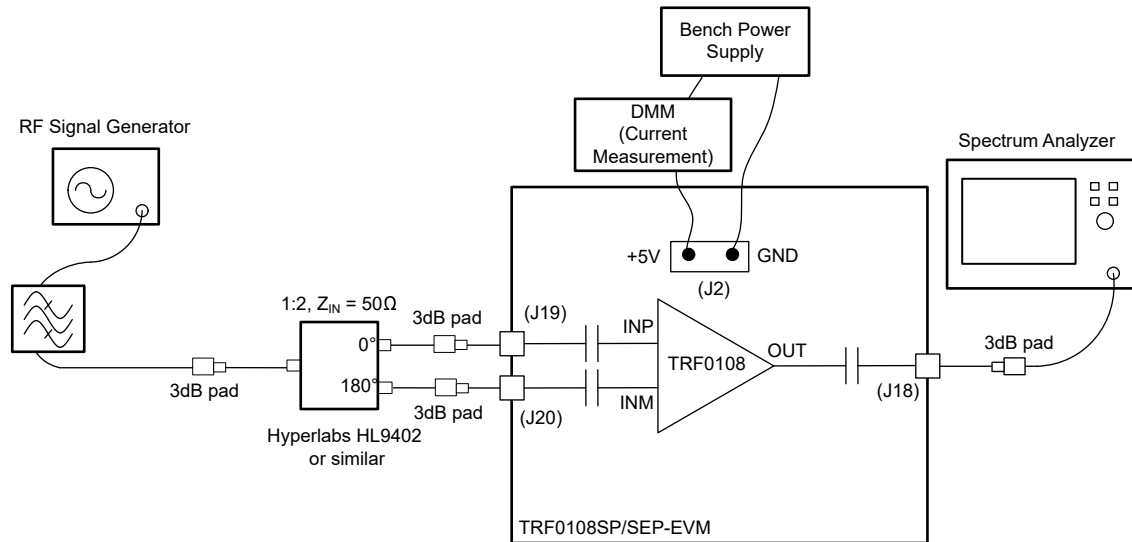

図 2-1. ゲインと出力 P1dB を目的としたシングルトーン設定
このセクションでは、TRF0108SP/SEP-EVM の一般的な使用方法を説明します。以下の説明の参考として、一般的な評価基板の構成およびシングルトーン測定のセットアップについては図 2-1 を参照してください (電源バイパスコンデンサなど、一部の部品は分かりやすくするため省略しています):
- a. 図 2-1 で説明されているように、J13 ジャンパ接続を構成することにより、このデバイスの電源をオフにできます
- a. 評価基板の入力は完全差動入力であり、J19 および J20 の SMA コネクタにおいて (180° 逆位相) となっています。RF 信号発生器から出力されるシングルエンド信号は、外付けのパッシブ バランを使用して差動信号に変換し、図 2-1 に示すように、SMA コネクタ J19 および J20 を介して入力に接続する必要があります。シングルトーン歪みを測定する際は、図 2-1 に示すように、RF 信号発生器と 3dB パッドの間に RF バンドパスフィルタを挿入します。
- e. 評価基板のシングルエンド出力信号は、図 2-1 に示すようにスペクトラムアナライザに接続します。反射を最小限に抑えるため、出力側には 3dB ~ 6dB 程度のアッテネータパッドを使用することを推奨します。